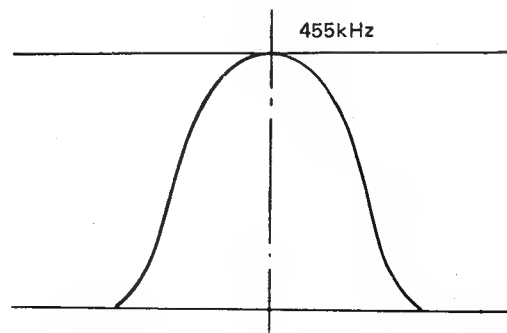

Abbildung 16.
5. Den Ausgang des Wobbelgenerators so weit reduzieren, daß sich der in Abb. 16 gezeigte Wellenformpegel ergibt.
6. Die Kerne von CF 2 und TA02 so einstellen, daß sich die in Abb. 16 gezeigte Wellenform ergibt, die Wellenform muß bei bester Empfindlichkeit von rechts nach links symmetrisch sein.